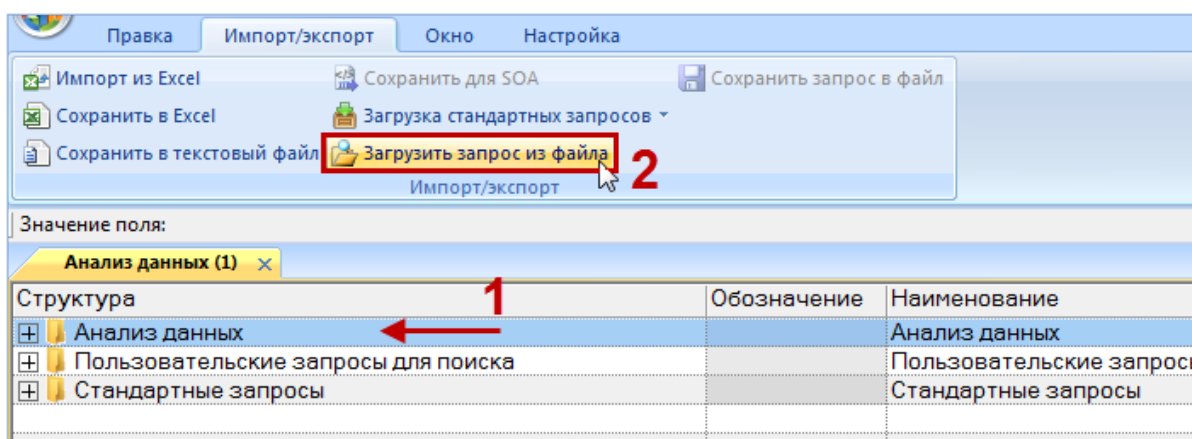

Рис. 7-39 – Загрузка запроса из файла
1) Выбрать папку, в которую необходимо загрузить запрос (рис. 7-39).